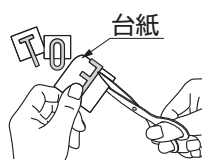

図9-2
- ② 文字を切らないように注意して、台紙をハサミで5分の1程度切り取ってください。（図9-2参照）